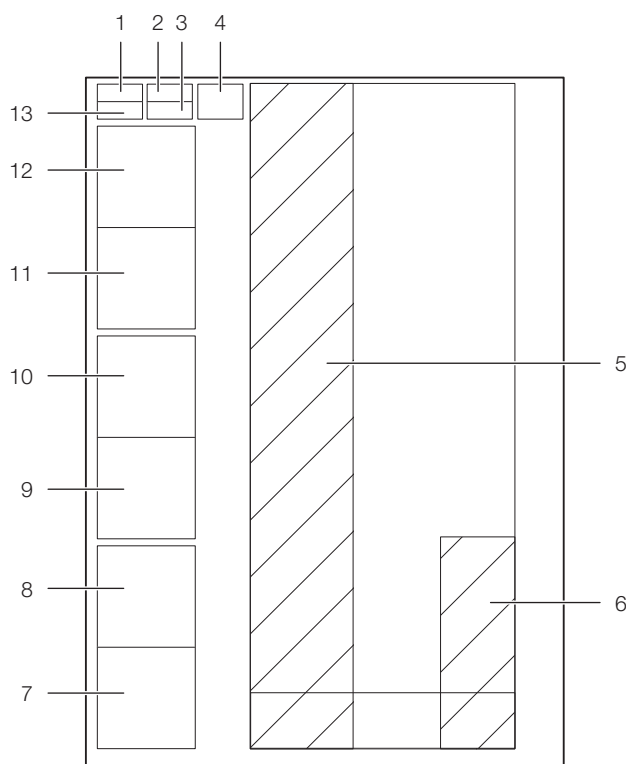

Рис. 10: Структурная схема Liquid Cooling Package – вид справа
- 5 Блок управления CMC III PU (см. рис. 10, поз. 13)